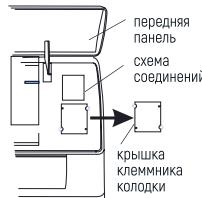

Рис. 10
- Снимите крышку, как показано на рисунке (Рис. 10) (отвинтив винт или сломав крючки).